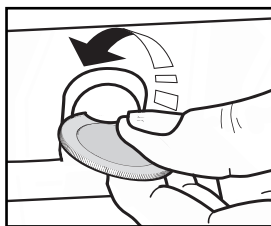

Fig. 4
1. Retirez les vis et les pièces de retenue correspondantes à droite et à gauche à l'aide d'une pièce de monnaie ou d'un outil (Fig. 4).